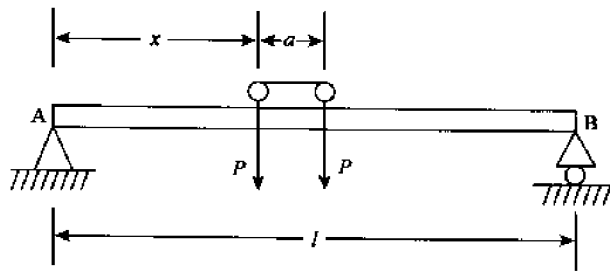

图 4-23
3. 如图 4-23 所示,小车可在梁上移动,它的每个轮子对梁的作用力均为 P 。试分析小车处于什么位置时梁内的弯矩最大。